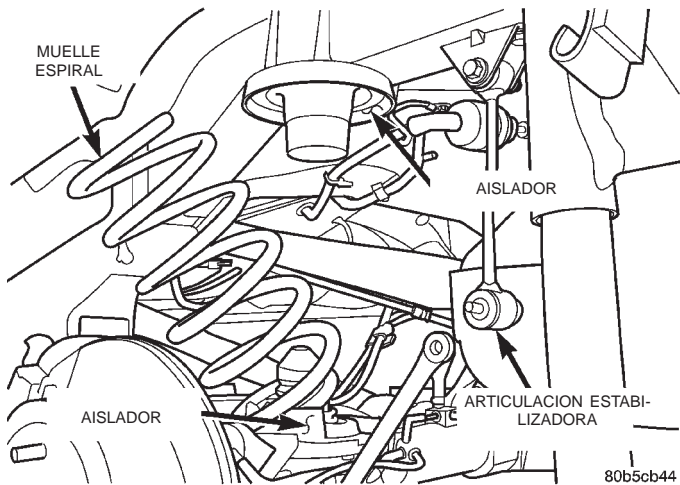

Fig. 3 Muelle espiral
- (1) Eleve y apoye el vehículo. Coloque un gato hidráulico debajo del eje para apoyarlo.
- (2) Retire los conjuntos de rueda y neumático.
- (3) Retire la articulación de la barra estabilizadora (Fig. 3).
- (4) Retire del soporte de eje el perno inferior del amortiguador.
- (5) Baje el gato hidráulico e incline el eje para retirar el muelle espiral (Fig. 3).
- (6) Retire e inspeccione los aisladores superior e inferior del muelle (Fig. 3).